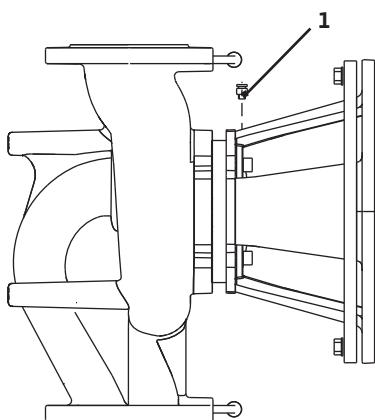

Fig. 17: Valvola di sfato
- La valvola di sfato (fig. 17, pos. 1) deve sempre essere rivolta verso l'alto.